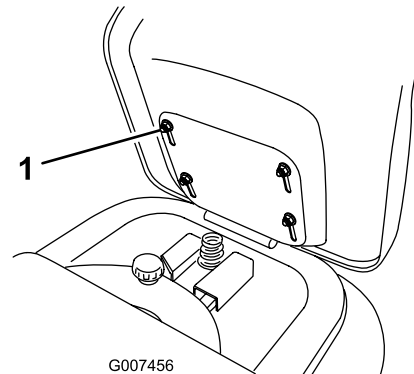

Figura 6
1. Suba el asiento y afloje los cuatro pernos (Figura 6).